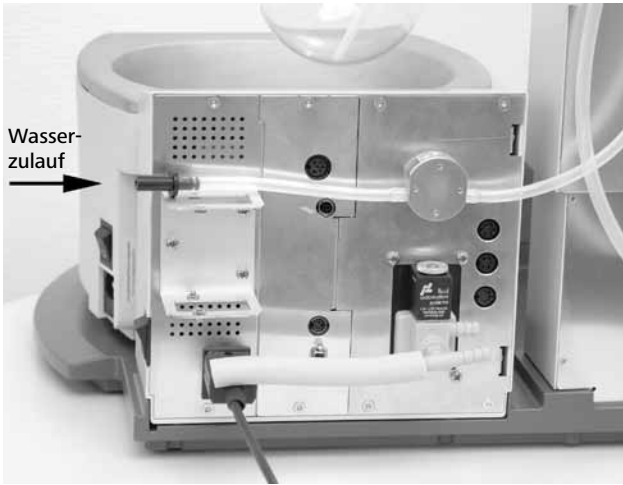
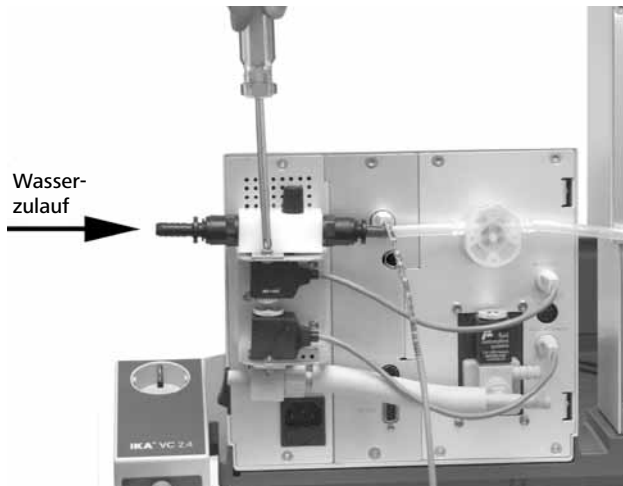

Fig. 16a
Fig. 16b
- ☞ Schließen Sie den Wasserzulauf an Ihre Wasserversorgung an (Fig. 16a; Fig. 16b mit optionalem Drosselventil Wasser RV 10.5001). Beachten Sie die technischen Daten zur Wasserversorgung. Das Drosselventil Wasser RV 10.5001 ist nicht geeignet für den Betrieb am Kühlaggregat, da der Durchfluss zu stark reduziert wird.